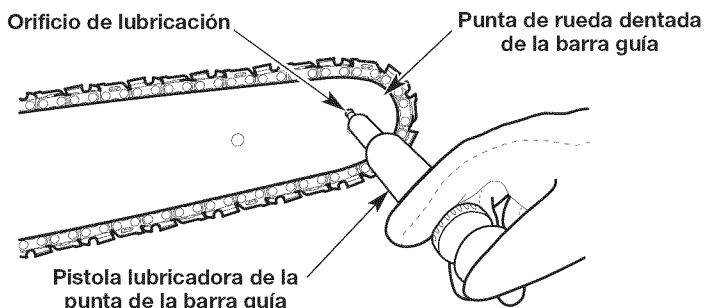

Fig. 41
1. Limpie profundamente la punta de la rueda dentada de la barra guía con un paño húmedo (Fig. 41).
2. Utilice una pistola lubricadora con punta para barra guía (no incluida) para inyectar grasa en el orificio de lubricación (Fig. 41). Inyecte grasa hasta que aparezca en el borde exterior de la punta de la rueda dentada de la barra guía.